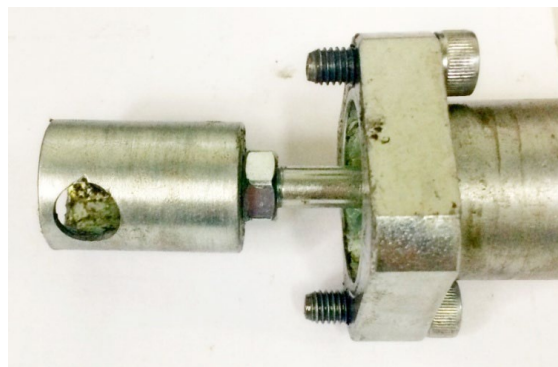

Рис. 3.8
- снять с золотника втулку (вилку), вынув штифт, и навинтить на трос (рис. 3.8);